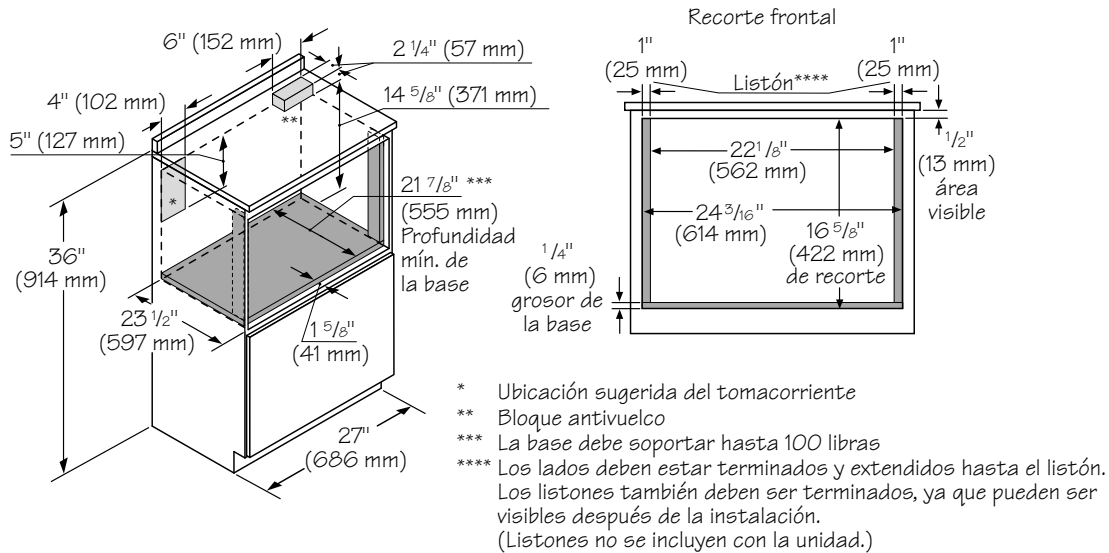
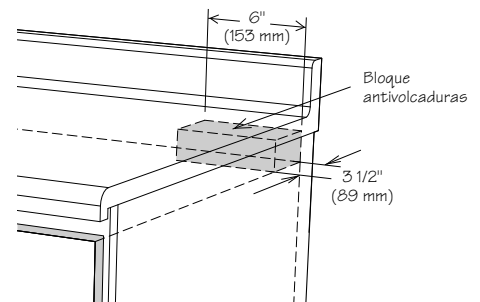
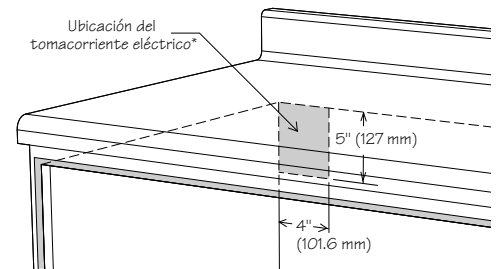

Figura 4
Figura 5
Figura 6
- Por razones de seguridad no instale el Horno MicroDrawer™ en un gabinete que se puedan incendiar y que no esté de acuerdo con las distancias y dimensiones indicadas en las "mediciones del Horno MicroDrawer™" en la siguiente sección. Vea la figura 3 (instalación estándar) o la figura 4 (instalación al ras).
- Las dimensiones mostradas en la Figura 3 (instalación estándar) o Figura 4 (instalación al ras) Las dimensiones suministradas proporcionan un espacio libre mínimo. Ubique el tomacorriente eléctrico en el área cubierta en la esquina superior izquierda del recorte. Vea la Figura 6.
Para reducir el riesgo de volcadura de la gaveta, el bloque antivolcaduras debe ser instalado correctamente a una distancia de 14 13/16" (instalación estándar) y 14 5/8" (instalación al ras) por encima de la superficie en la cual se apoyará el Horno MicroDrawer™. El bloque antivolcaduras de 6" debe ser suministrado por el instalador. Vea la Figura 3 (instalación estándar) o Figura 4 (instalación al ras) y Figura 5. El bloque antivolcaduras previene lesiones graves que podrían ser ocasionadas por derrames de líquidos calientes.